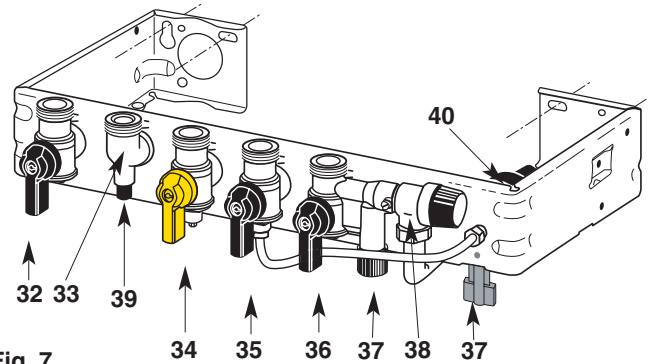

Fig. 7
Un disconnecteur NF est placé sur la barrette robinetterie de la chaudière (voir fig. 7, repère 40).
### Soupe de sécurité et disconnecteur (fig. 7)
- ouvrir les 2 robinets de remplissage et d'isolement **37** (fig. 7) ;